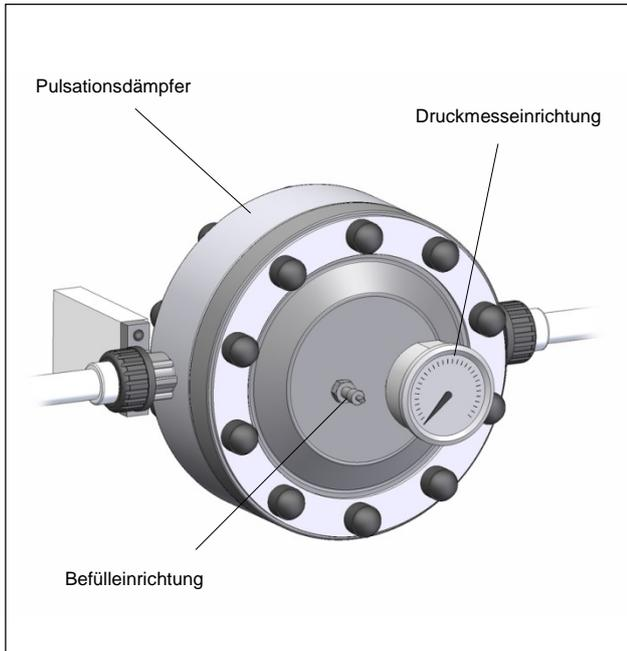

Abb. 11 Druckmess-, Befüllereinrichtung
- Befüllereinrichtung bzw. Druckmess- und Befüllereinrichtung müssen gut einsehbar und bedienbar sein (siehe Abb.11).